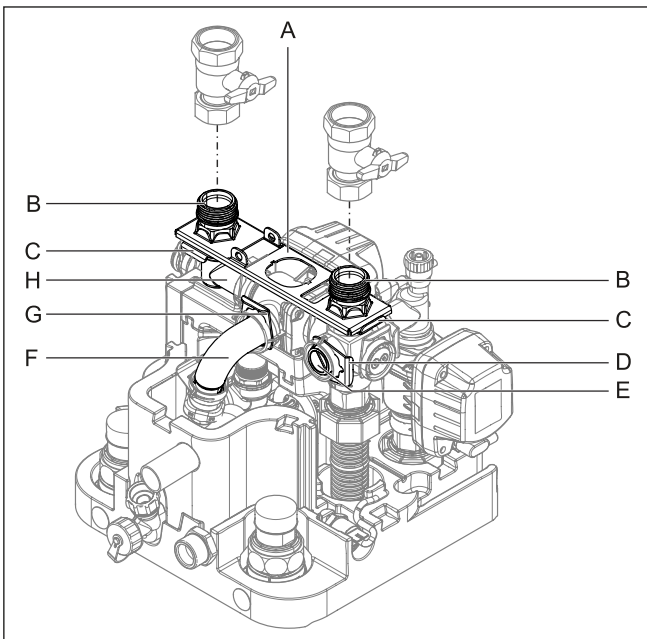
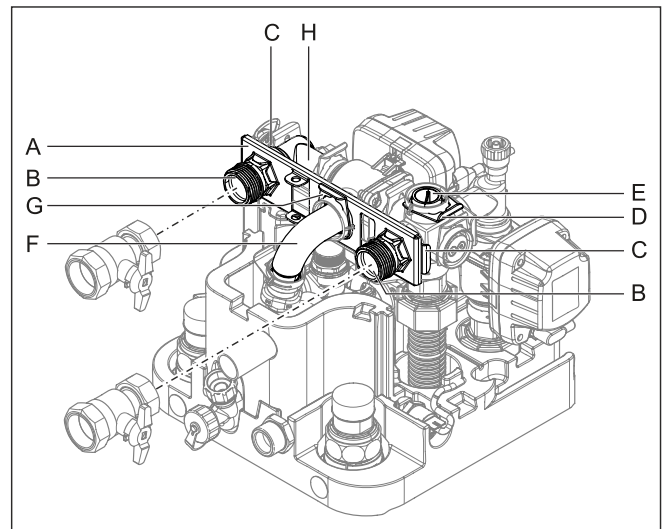

Fig. 54-17 Collegamenti del tubo di mandata e ritorno del riscaldamento rivolti verso l'alto
Fig. 54-19 Collegamenti del tubo di mandata e ritorno del riscaldamento rivolti indietro
- 2 Staccare entrambe le staffe staccabili dei giunti di allacciamento (Fig. 54-17, pos. C).
- 3 Staccare entrambi i giunti di allacciamento (Fig. 54-17, pos. B).
- 4 Rimuovere la lamiera di arresto (Fig. 54-17, pos. A).
- 5 Staccare la staffa staccabile del tappo di chiusura (Fig. 54-17, pos. D).
- 6 Estrarre il tappo di chiusura (Fig. 54-17, pos. E).
- 7 Girare l'elemento ad angolo (Fig. 54-17, pos. H) indietro di 90°.
- 8 Staccare la staffa staccabile del collettore (Fig. 54-17, pos. G).
- 9 Estrarre il collettore (Fig. 54-17, pos. F) dal suo supporto orizzontale tirandolo indietro con cautela fino a quando la lamiera di arresto (Fig. 54-19, pos. A) può essere infilata nel mezzo di verticale.
- 10 Spingere la lamiera di arresto fra il collettore e il suo supporto orizzontale, quindi inserire il collettore (Fig. 54-19, pos. F) nuovamente nel suo supporto attraverso il foro centrale della lamiera di arresto.
- 11 Fissare nuovamente il collettore nel suo supporto con la staffa staccabile (Fig. 54-19, pos. G).
- 12 Infilare entrambi i giunti di allacciamento (Fig. 54-19, pos. B) attraverso la lamiera di arresto nei supporti laterali.
- 13 Fissare entrambi i giunti di allacciamento con le staffe staccabili (Fig. 54-19, pos. C) nei loro supporti.
- 14 Inserire il tappo di chiusura (Fig. 54-19, pos. E) nel supporto superiore.
- 15 Fissare il tappo di chiusura con la staffa staccabile (Fig. 54-19, pos. D).